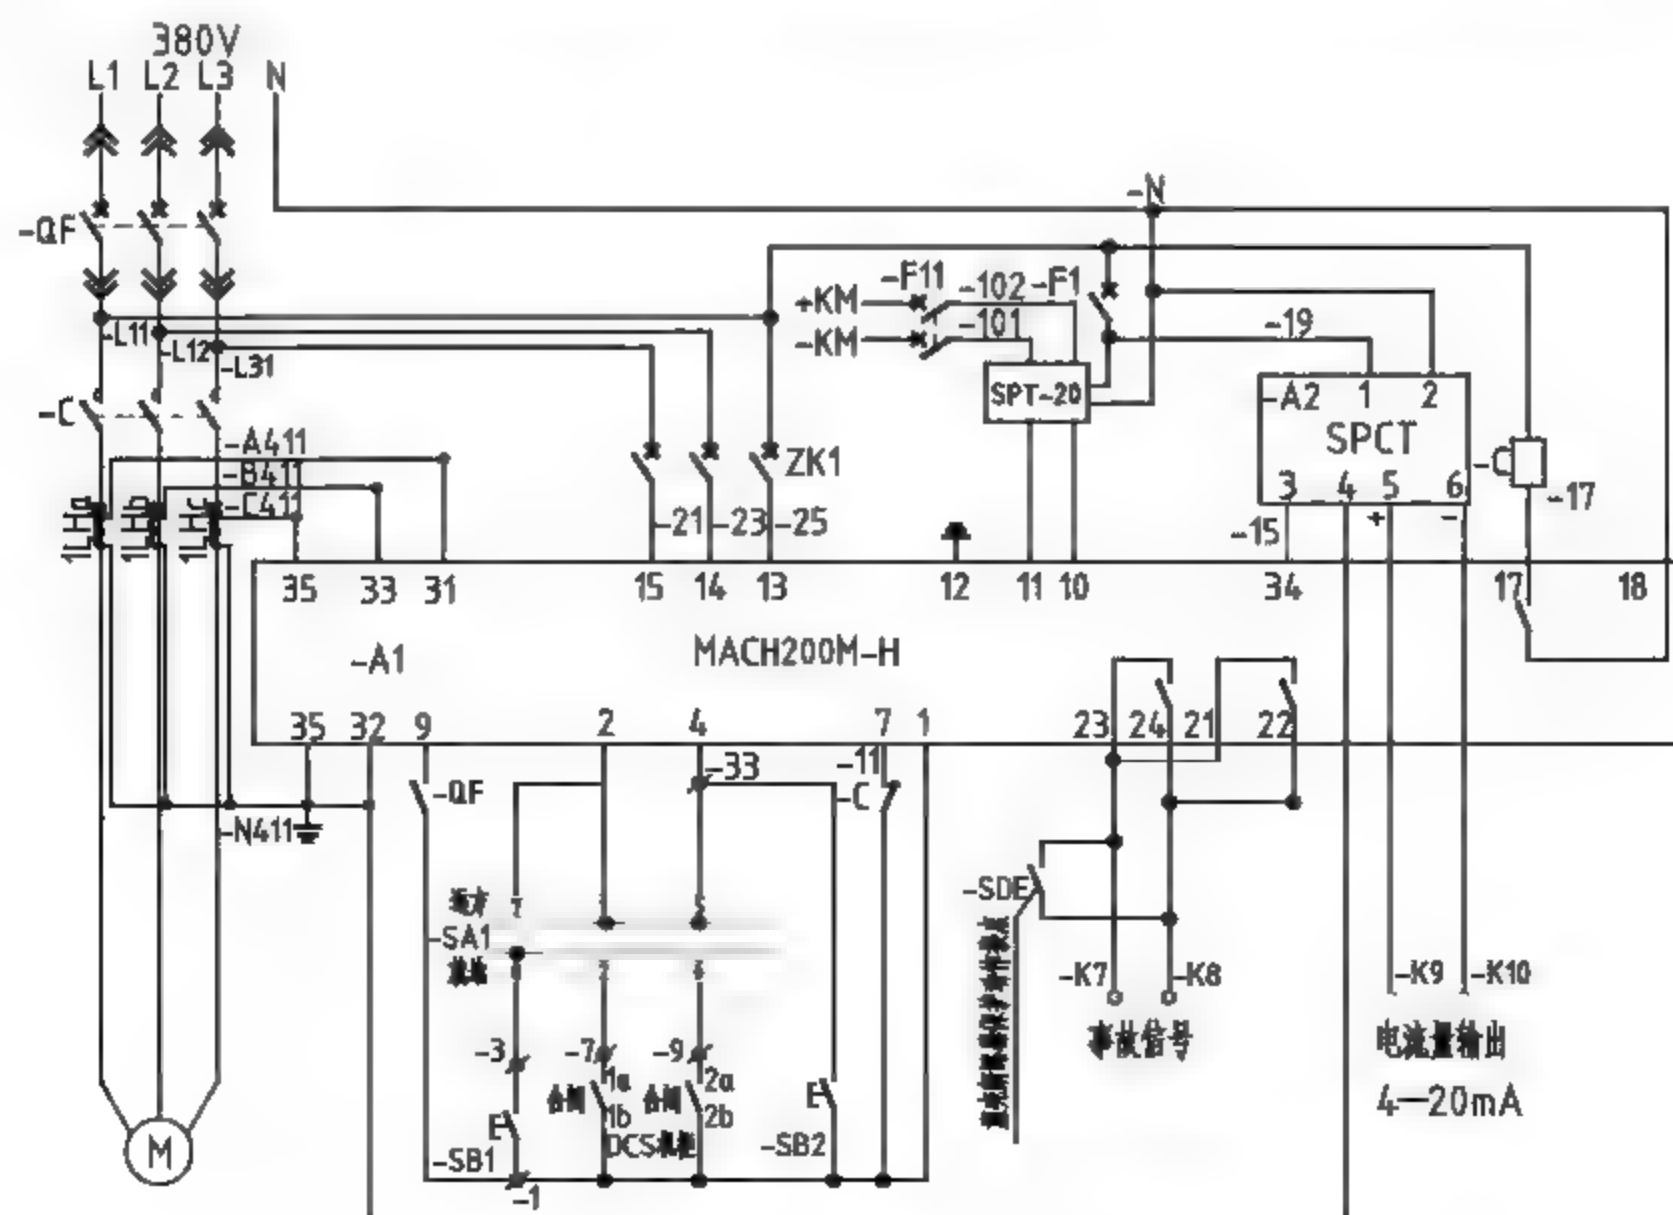

图10-38 标注文字
**01** 调用MT【多行文字】命令，为线路及电气元件绘制标注文字，如图10-38所示。